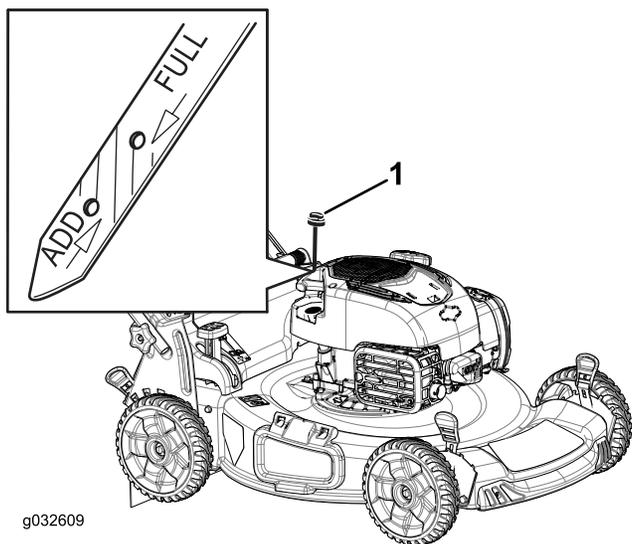

Рисунок 6
1. Извлеките масломерный щуп (Рисунок 6).
2. Медленно залейте масло в маслозаливную горловину до тех пор, пока его уровень не достигнет отметки Full (Полный) на щупе (Рисунок 6). **Не допускайте переполнения.**